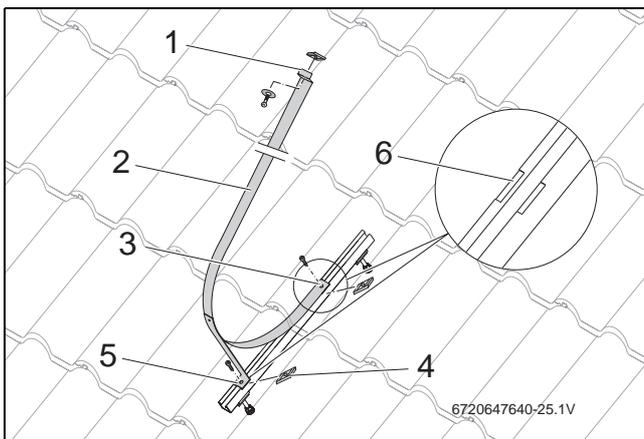

Fig. 54 Fixar a fita do acumulador
- ▶ Inserir o parafuso na extremidade dianteira da fita do acumulador (Fig. 54, [3]) e soltar a lingueta [4], apenas quando sentir uma ligeira resistência no aperto.
- ▶ Inserir o parafuso no esquadro de apoio da fita do acumulador (Fig. 54, [5]) e soltar a lingueta, apenas quando sentir uma ligeira resistência no aperto.
- ▶ Colocar a extremidade dianteira da fita do acumulador no entalhe de alojamento (Fig. 54, [6]) e apertar o parafuso.
- ▶ Colocar o esquadro de apoio da fita do acumulador (Fig. 54, [5]) no segundo entalhe de alojamento e apertar o parafuso.
- ▶ Colocar um parafuso, uma anilha e uma lingueta na extremidade traseira da fita do acumulador (Fig. 54, [1]). Não aparafusar ainda esta extremidade!